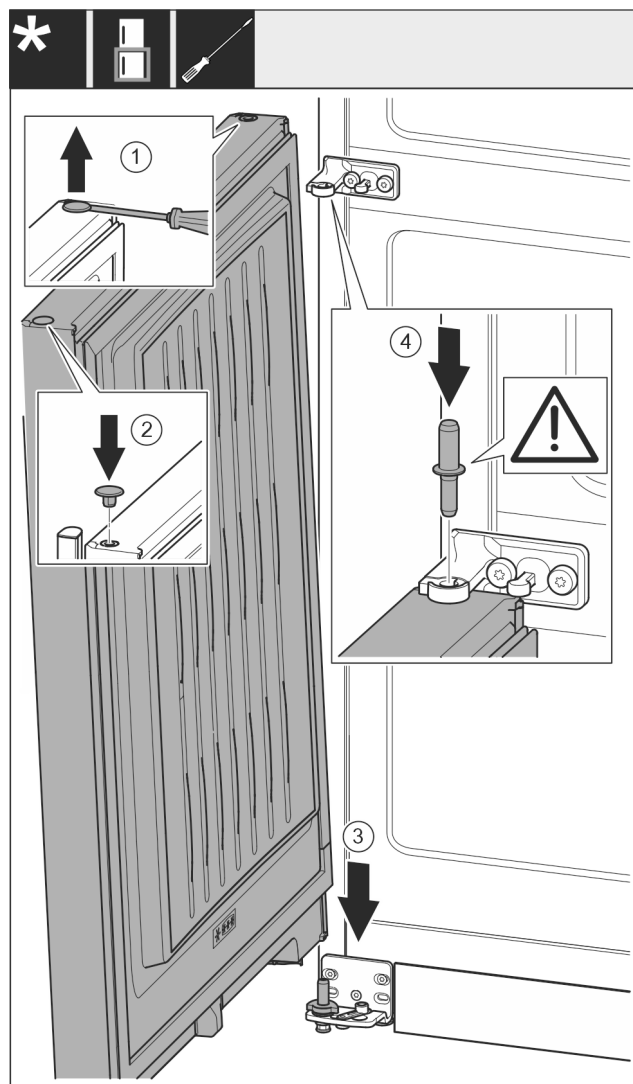

Fig. 54
- Previdno dvignite čep Fig. 54 (1) s ploščatim izvijačem in ga izvlecite.
- Čep Fig. 54 (2) ponovno vstavite na drugi strani vrat.
- Vrata Fig. 54 (3) od zgoraj nasadite na spodnji ležajni sornik.
- Vstavite ležajni sornik na sredini Fig. 54 (4) skozi ležajni podstavek na sredini v spodnjih vratih. Pri tem pazite na to, da je zaskočni zapah obrnjen nazaj.